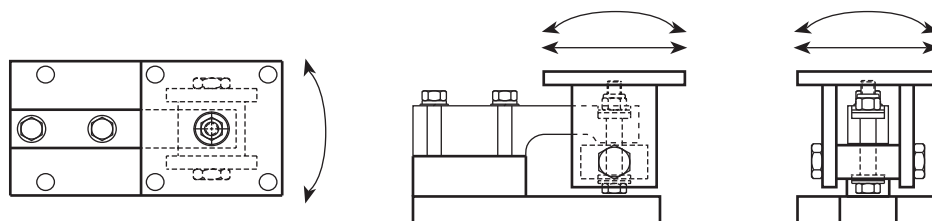

Figura 8-9. Módulos RL1900
La Figura 8-9 ilustra los módulos RL1900 con flechas que indican el movimiento permitido.
- Una disposición de silleta se fija al bloque de muñón mediante tornillos de pivote; la carga se aplica a la placa superior de esta silleta. Esta disposición permite que la silleta se mueva en las direcciones indicadas en la Figura 8-9.